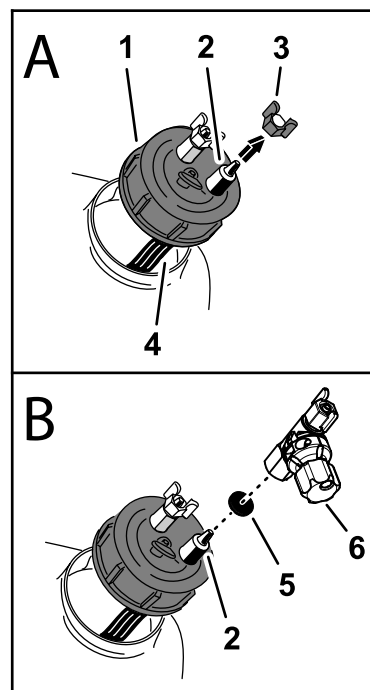

Figura 1
1. Individuate il tappo del serbatoio nero sull'estremità del gruppo serbatoio del tracciabile schiumogeno (Figura 1).
2. Svitare il tappo del serbatoio e sollevarlo dal serbatoio quanto basta per vedere il tubo di filtrazione blu (Figura 1).
3. Rimuovete il dado di compressione blu dal raccordo sul tappo del serbatoio **collegato** al tubo di filtrazione blu all'interno del serbatoio (Figura 1).
4. Montate la valvola di regolazione montata sul tappo e la guarnizione sul raccordo del tappo del serbatoio e posizionate la valvola come illustrato nella Figura 1.